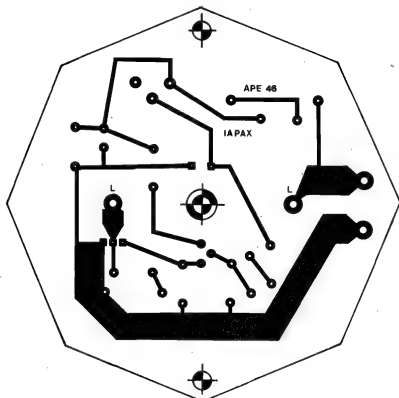
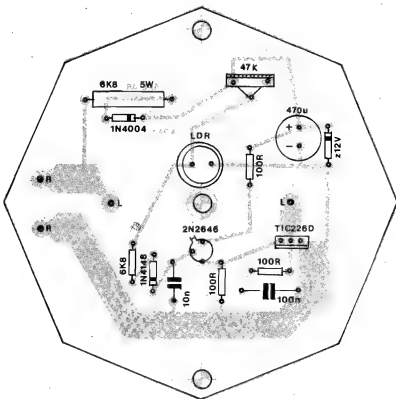

Fig. 2
Fig. 5
(FIG. 5)
- FIG. 5 - "CHAPEADO" DA MONTAGEM - O Circuito Impresso, no seu formato de octógono regular, é visto agora pelo lado não cobreado, todas as peças devidamente posicionadas, identificadas pelos seus códigos, valores, polaridades, etc. Vários dos componentes são polarizados, ou seja: devem obrigatoriamente ser colocados e ligados numa única e certa posição, já que qualquer inversão poderá arruinar o componente e - seguramente - impedirá o funcionamento do próprio circuito... Referimo-nos, especialmente, aos seguintes componentes:
previamente realizados nas ilhas respectivas... Caso isso não seja possível, as lâminas metálicas dos terminais (geralmente em cobre ou latão) podem ser soldadas diretamente às grandes ilhas "L-L" (rever fig. 2), ou ainda eletricamente ligadas a elas com o auxílio de um pedaço curto de fio de cobre nu e rígido, soldado tanto aos terminais quanto às ditas ilhas... A fixação mecânica do soquete deve ser feita através de parafuso e porca (no calibre apropriado), passando pelo furo central da base do dito soquete, e pelo furo central da própria placa, sobresaindo, pelo lado dos componentes (no impresso) a ponta do dito parafuso, com a respectiva porca (em posição logo inferior à do LDR, no diagrama da fig. 5). É importante, por razões de isolamento, que o lado inferior da base do soquete tenha sua face totalmente em cerâmica, sem excrescências metálicas que possam fazer "curto" com as pistas cobreadas do impresso...